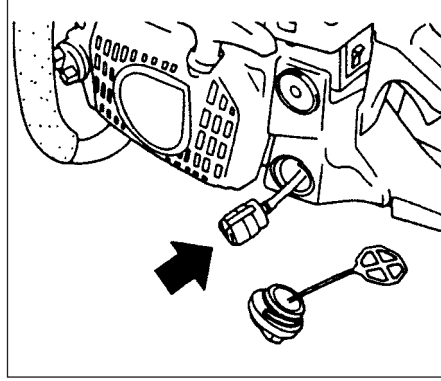

Fig.3-7
**Kraftstofffilter (Fig. 3-7)**